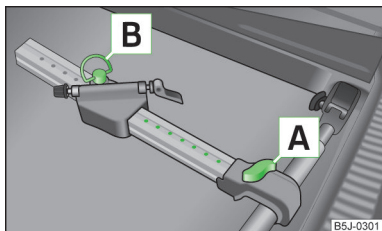

Fig. 74
- › Extrageți puțin șurubul **A** » fig. 74 și împingeți suportul longitudinal (partea din aluminiu) înspre suportul transversal, până când se blochează socul.
- › Slăbiți șurubul **A** » fig. 74 la pagina 78 și împingeți înspre stânga suportul pentru bicicletă, împreună cu bicicleta fixată, în așa fel încât între ghidon și geamul lateral al portbagajului să nu se ajungă la coliziune.